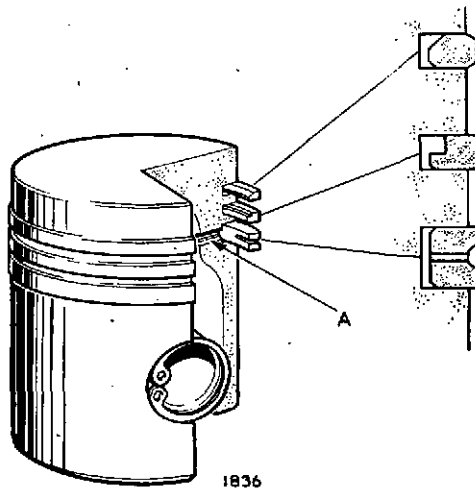

Fig. 6
30. Piston maintenance (Fig. 6)